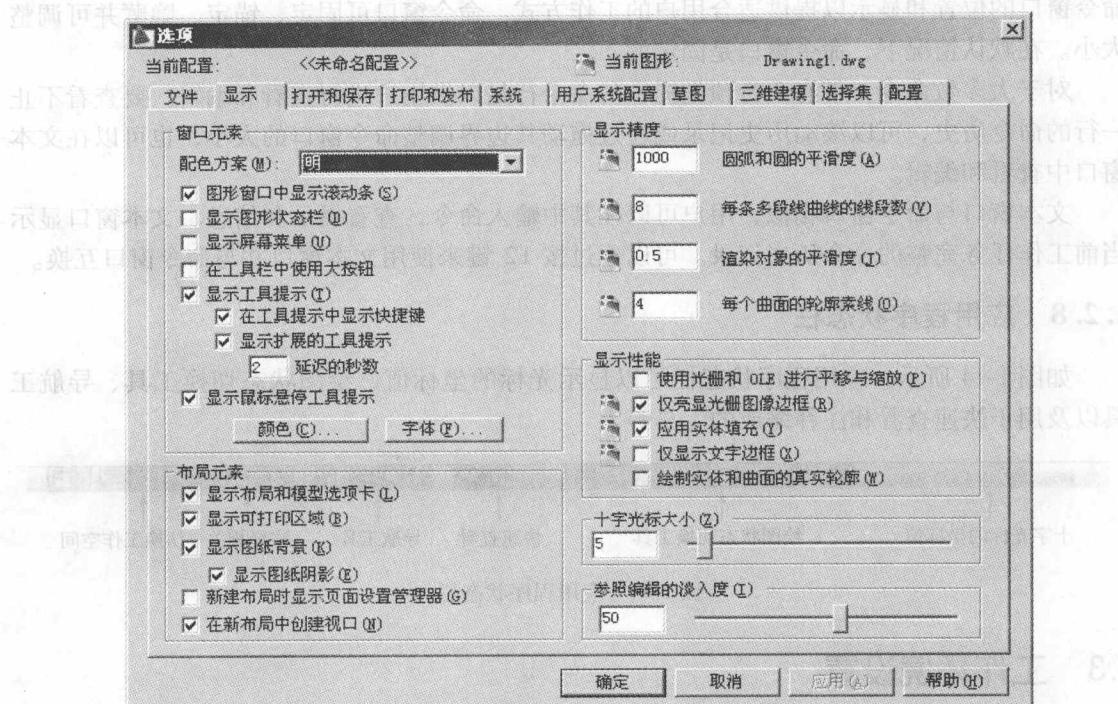

图 1-15 “选项”对话框
命令调用后将弹出“选项”对话框（图1-15）。该对话框包含“文件”、“显示”、“打开和保存”、“打印和发布”、“系统”、“用户系统配置”、“草图”、“三维建模”、“选择集”、“配置”，共10个选项卡，下面介绍几个常用的设置。
- 1) 选择“选项”对话框中的“显示”选项卡（图1-15）。